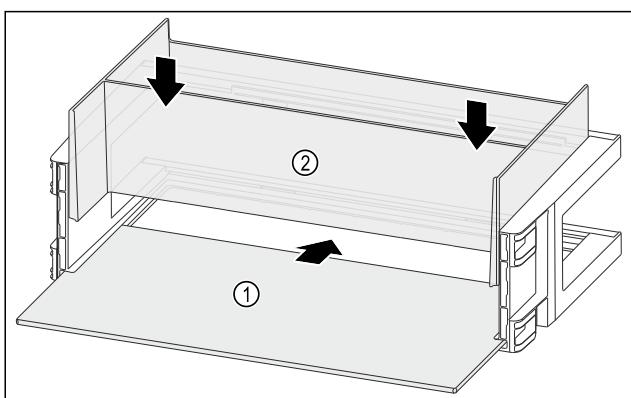

Fig. 124
- ▶ Пусніть полицю Fig. 124 (1) у бічні пази.
- ▶ Вставте органайзер Fig. 124 (2).